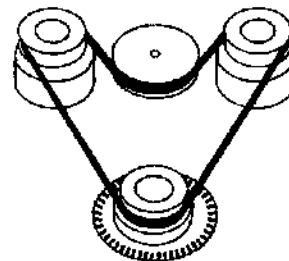

Рис.2
7.5 Замена резинового пассика (рис. 2.):